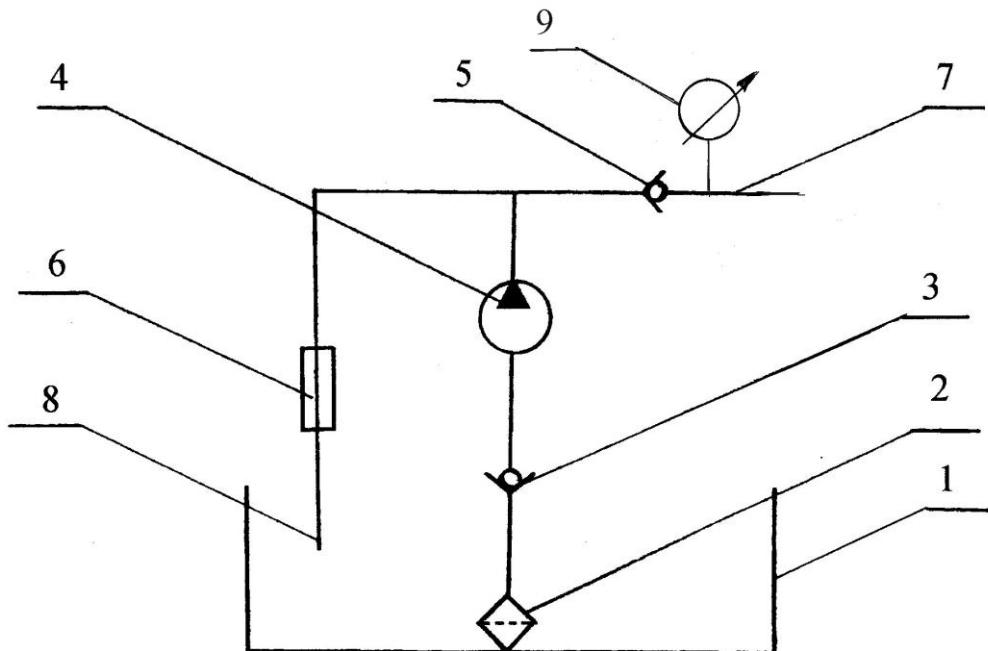

Рис. 1
4.1. Насос для гидроиспытаний ручной НЫТОН НТН 60Р (см. рис.1) состоит из бака 1, в верхней плоскости которого установлен насос 4, в корпусе насоса находится плунжер, который шарнирно соединен с приводным рычагом. Насос снабжен всасывающим клапаном 3, нагнетательным клапаном 5 и дренажным вентилем 6 для сброса давления в системе. В нижнюю часть насоса ввернута трубка с заборным фильтром 2. Принцип работы насоса заключается в том, что при качании приводного рычага плунжеру сообщается возвратно-поступательное движение. Происходит всасывание рабочей жидкости из бака и подача на испытуемый объект по нагнетательному трубопроводу 7. Давление рабочей жидкости контролируется манометром 9.